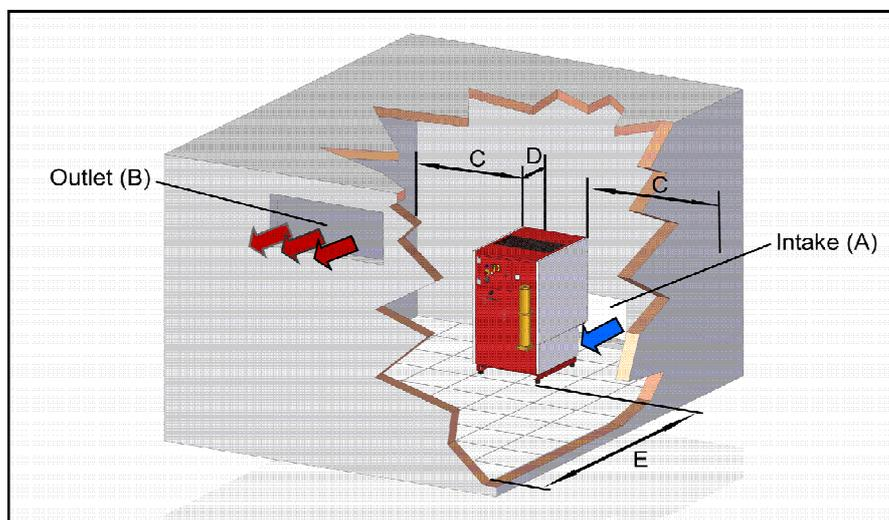

Abb. 2
- Der Kompressor sollte bevorzugt an der kühlest Stelle des Raumes aufgestellt werden. Im Falle einer natürlichen Belüftung muss sichergestellt werden, dass sich der Kompressor in größtmöglicher Nähe des Lufteinlasses befindet und dieser eine angemessene Größe besitzt. Darüber hinaus muss sich im oberen Teil des Raumes eine Öffnung mit angemessener Größe befinden, durch welche die warme Luft entweichen kann (siehe Tab. A und Abb. 2). Diese beiden Öffnungen sollten nicht an derselben Wand liegen. Wenn doch, muss sichergestellt werden, dass die warme Luft nach oben geleitet wird.